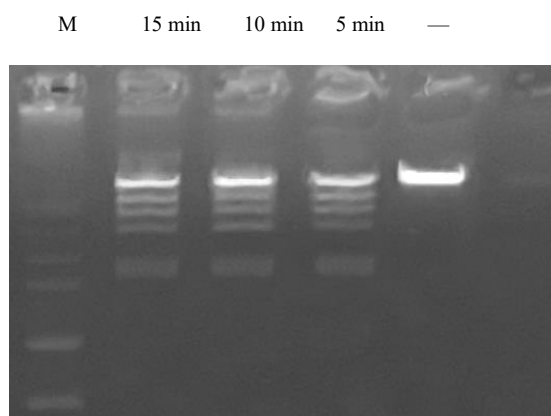

Fig. 1 不同时间 HindIII (Quick)酶切 λ DNA 性能展示
1. 用快速型限制性内切酶 HindIII (Quick)孵育切割 1 μ g λ DNA，反应条件 37°C 5 ~ 15 min。结果表明，快速型内切酶最快 5 min 即可完成切割反应，且切割条带特异性好 (Fig. 1)。